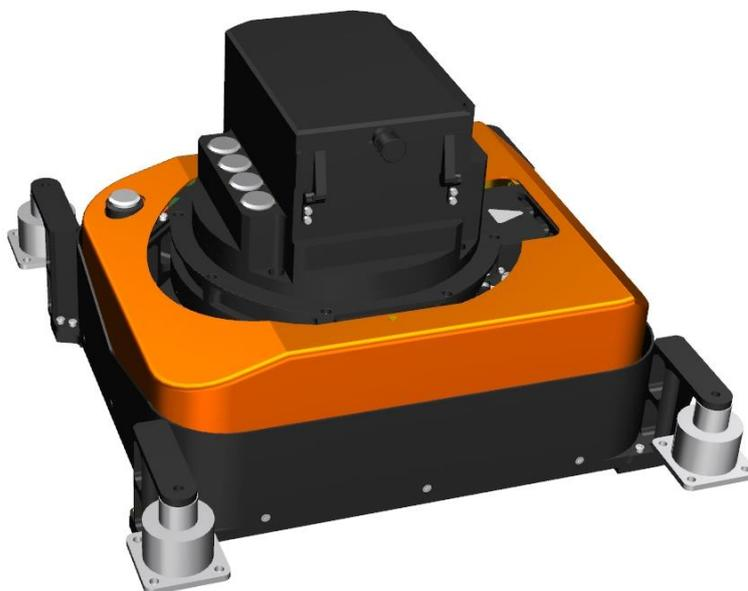

图 14 系统安装后的外观和位置关系
- b) 保证光学面阵传感器的飞行方向与集成座架的飞行方向保持一致，系统安装后的外观和位置关系如图 14 所示：